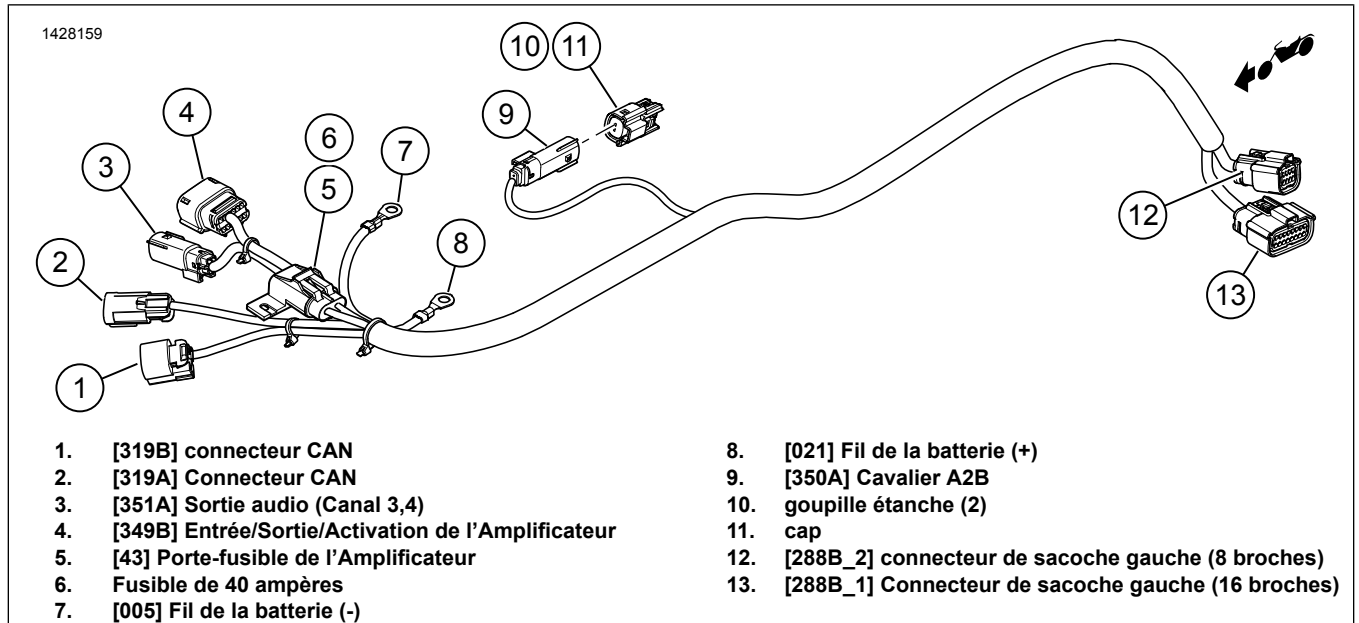

Figure 13. Connecteurs de faisceau externes (2017 et versions ultérieures)
Voir la Figure 13. Si un amplificateur secondaire **n'est PAS** installé, insérez des broches de joint (10) dans le bouchon (11) et connectez-vous au connecteur [350A] (9).
Voir également Figure 13 pour référencer les connecteurs de faisceau externes 2017 et ultérieures.